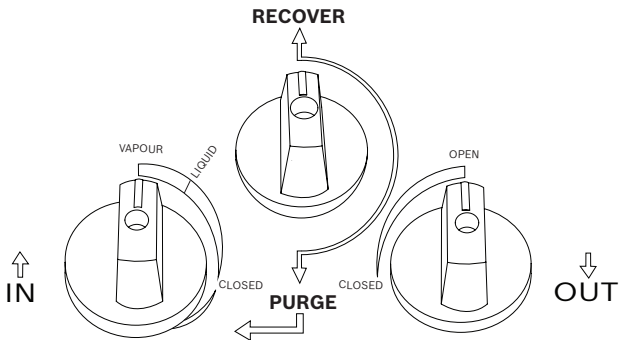

Abb. 2: Ventilstellungen für normale Absaugung
3. Vor dem Herstellen von Schlauchanschlüssen sicherstellen, dass sich alle Serviceventile der Anlage, Monteurhilfe-Ventile, Regelventile am Absauggerät und Absaugbehälterventile in Stellung 'geschlossen' befinden. Außerdem sicherstellen, dass sich das Absaug-/Spülventil in Stellung **RECOVER** befindet (nach oben gerichtet). Siehe Abb. 2.
11. Das Einlassregelventil (blau) des Absauggeräts zur Markierung **LIQUID** auf der Frontplatte drehen (siehe Abb. 2). Den Hauptschalter in Stellung **ON** drehen, um den Absaugvorgang zu beginnen.